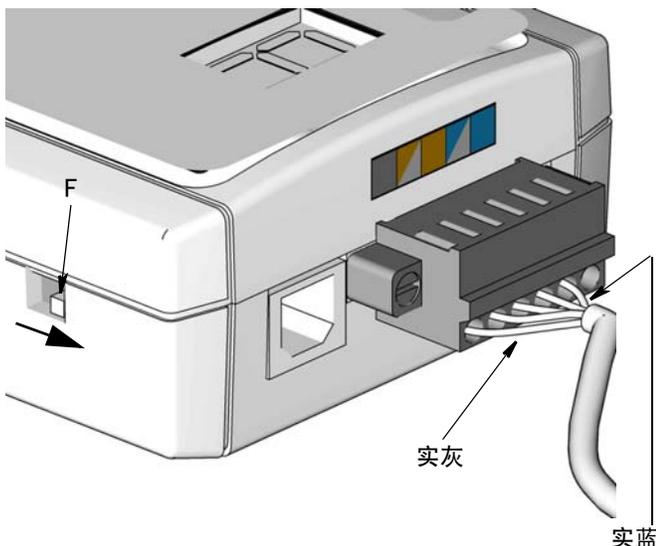

图 9
注释: 在图 9 中所示的实灰和实蓝电线在将收发器与 RS422 电缆连接时, 作为一种基准以确保部件正确的方向。
注意布线图 (图 9) 中电线的位置和颜色, 将 RS422 电缆与收发器正确连接。
- 将 USB 线插头 (1)与电脑 USB 端口 (2)连接。先将电源线端头插入收发器电源入口 (A), 然后将另一头插入接地的 120-240 伏交流电源插座中。
- 应确保选择开关 (F)设置在 RS422 连接的正确位置。请参见图 9 了解开关设置。
- 绿色电源指示灯 (G)亮, 表示收发器已开启。